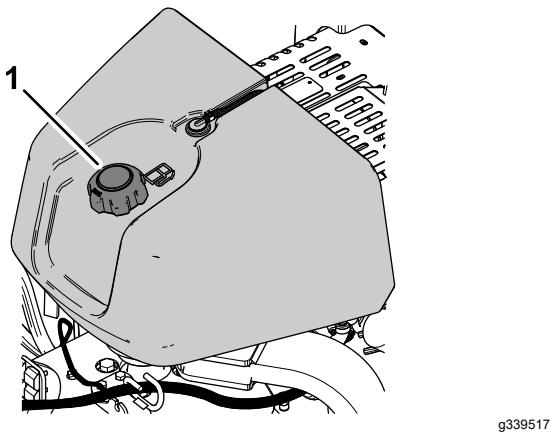

Figura 30
- Pulite l'area attorno al tappo del serbatoio del carburante e rimuovetela (Figura 30).